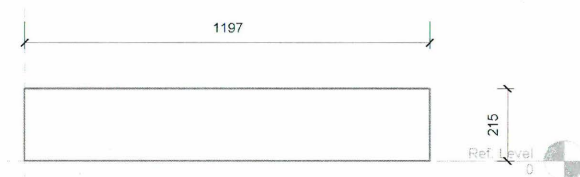

Fig. 09.05.
- Tegn først omridset af dækket, vi kan altid lave det mere detaljeret senere, start så simpelt som muligt (Fig. 09.05).